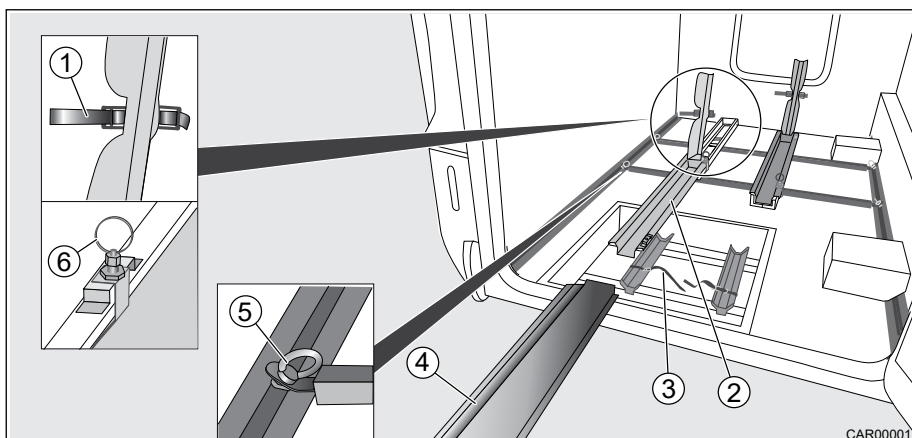

Fig. 2 Barres de fixation dans le garage à vélo électrique
3. Sortir le rail d'accès (Fig. 2, pos. 4) du garage et le positionner devant le rail coulissant souhaité (Fig. 2, pos. 2).
4. Tirer la goupille de sécurité (Fig. 2, pos. 6) vers le haut.
5. Tirer le rail coulissant (Fig. 2, pos. 2) en dehors jusqu'à ce qu'il encliquette.
8. Glisser le vélo électrique sur le rail d'accès (Fig. 2, pos. 4) dans le rail coulissant (Fig. 2, pos. 2).
9. Fixer la roue arrière avec la courroie dentée (Fig. 2, pos. 1) au rail coulissant (Fig. 2, pos. 2).
10. Tirer la goupille de sécurité (Fig. 2, pos. 6) vers le haut.
11. Glisser le rail coulissant (Fig. 2, pos. 2) vers l'intérieur jusqu'à ce qu'il encliquette. Ce faisant, guider le vélo électrique avec la main.
12. Fixer la roue avant avec la sangle d'arrimage (Fig. 2, pos. 3) sur le rail de fixation.
18. Si nécessaire, fixer le vélo électrique avec des sangles de serrage additionnelles aux œillets (Fig. 2, pos. 5).